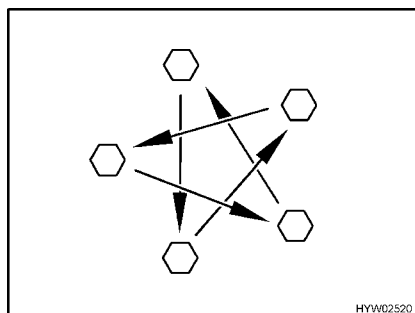

Fig. 169 Serrare a croce i dadi o i bulloni delle ruote
- Controllare regolarmente il serraggio dei dadi o dei bulloni. Regolare il serraggio dei dadi delle ruote o dei bulloni delle ruote di una ruota sostituita dopo circa 50 km (Fig. 169). Coppia di serraggio vedi paragrafo 14.5.2.
- Se si utilizzano cerchi nuovi o riverniciati, regolare il serraggio dei bulloni o dei dadi dopo altri 1000 - 5000 km (Fig. 169).
- ▷ Serrare a croce i dadi o i bulloni delle ruote (Fig. 169).